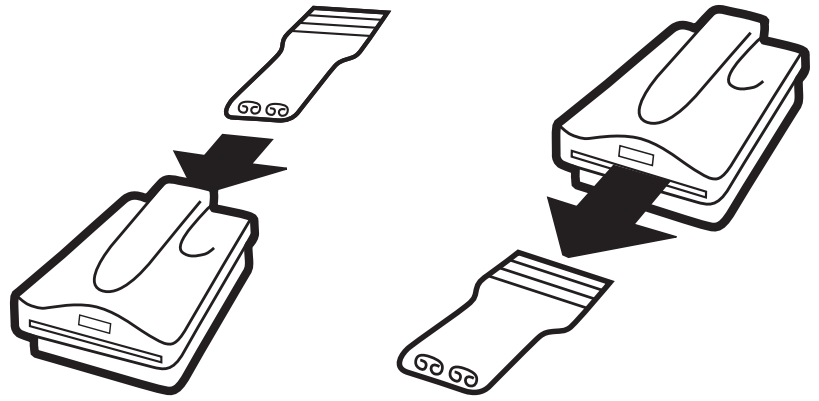

Figura 5
3. Insira a ferramenta pela parte traseira da unidade e puxe a ferramenta totalmente para fora pela parte dianteira (consulte a Figura 5).